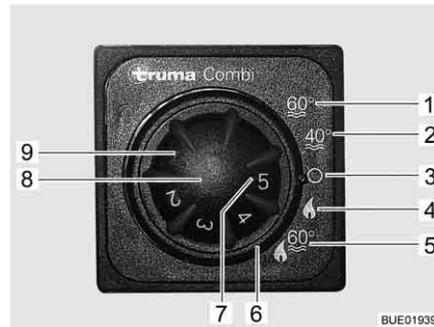

Bild 54 Bedieneinheit für Heizung/Boiler
Betriebsart wählen: ■ Betriebsart mit dem Drehschalter (Bild 54,6) einstellen.
Winterbetrieb Die Heizung wählt nach gewünschter Raumtemperatur selbstständig die benötigte Brennerstufe. Wenn die gewünschte Raumtemperatur erreicht ist, schaltet der Brenner ab. Bei Betriebsart "Heizung und Warmwasser-Bereitung" (Bild 54,5) wird auch das Wasser im Boiler erhitzt. Die Heizung kann in der Betriebsart "nur Heizung" (Bild 54,4) mit leerem Boiler betrieben werden.
- Temperaturdrehknopf (Bild 54,8) an der Bedieneinheit auf gewünschte Heizstufe stellen.
- Drehschalter (Bild 54,6) auf Winterbetrieb "nur Heizung" (Bild 54,4) oder auf Winterbetrieb "Heizung und Warmwasser-Bereitung" (Bild 54,5) stellen.
Grüne Kontroll-Leuchte (Bild 54,7) leuchtet.
- Drehschalter (Bild 54,6) auf "0" (Bild 54,3) stellen.